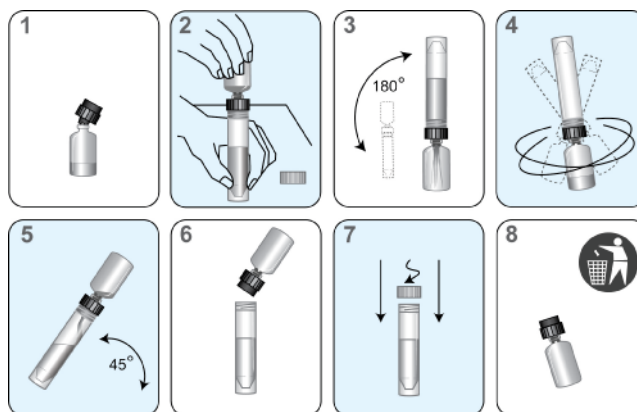

Figure 5. Procédure de reconstitution des réactifs
- ii. Insérez fermement l'extrémité à encoche du collet de reconstitution (noir) dans le flacon (Figure 5, étape 1).
- iv. Placez le flacon de solution de reconstitution sur une surface stable (p. ex. une paille). Retournez ensuite le flacon de réactif lyophilisé au-dessus du flacon de solution de reconstitution et attachez le collet solidement au flacon de la solution de reconstitution (Figure 5, étape 2).
- v. Retournez lentement les flacons assemblés (flacon attaché au flacon de solution) pour que la solution puisse s'écouler dans le flacon en verre (Figure 5, étape 3).
- vi. Soulevez les flacons assemblés et faites-les tourner pendant au moins 10 secondes (Figure 5, étape 4).
- c. Inclinez lentement les flacons assemblés pour permettre à la totalité de la solution de s'écouler de nouveau dans le flacon de solution de reconstitution (Figure 5, étape 5).
- d. Enlevez avec précaution le collet de reconstitution et le flacon en verre (Figure 5, étape 6).
- e. Rebouchez le flacon. Notez les initiales de l'opérateur ainsi que la date de reconstitution sur l'étiquette (Figure 5, étape 7).
- f. Jetez le collet de reconstitution et le flacon en verre (figure 5, étape 8).